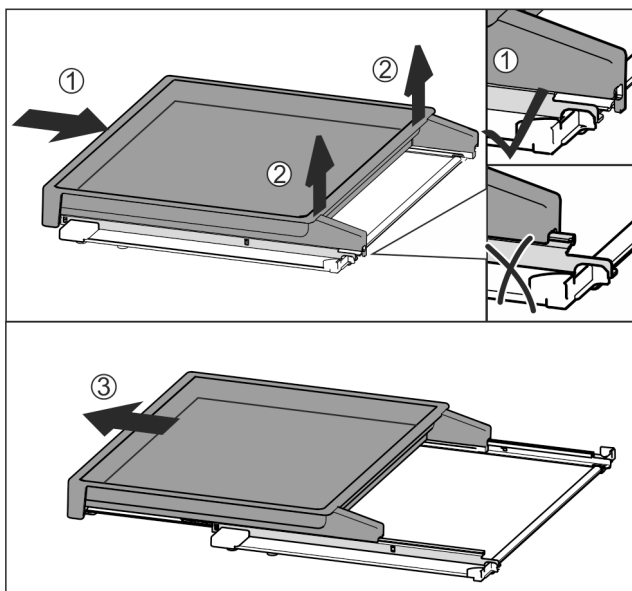

Fig. 112
- Uitschuifplateau volledig erin schuiven Fig. 112 (1).
- Vergrendeling aan de achterkant losmaken Fig. 112 (2).
- Uitschuifplateau vanaf de voorkant eruit halen Fig. 112 (3).